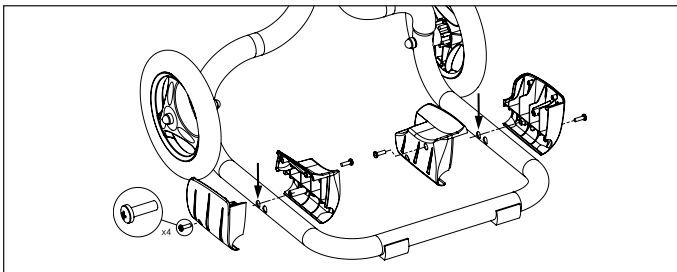

Figure 10. Fixation des blocs d'appui (Polaris P93)
- Fixer les blocs de soutien au boîtier à l'aide des quatre (4) vis, comme illustrée aux Figures 10 et 11.